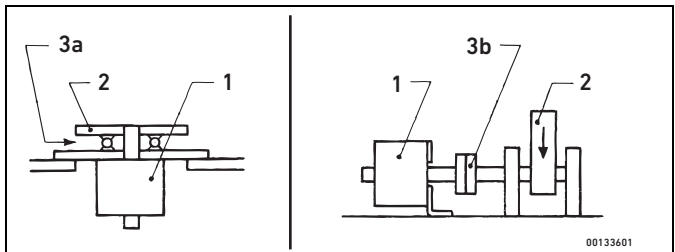

Fig. 3: Répartition de charges élevées
- ▶ Veiller à ce que les valeurs maximale indiquées dans les caractéristiques techniques ne soient pas dépassées pour la pression de service comme pour la charge de palier axiale et radiale. En cas de sollicitations élevées, la charge doit être répartie. Voir Fig. 3, charge axiale (gauche) et sollicitation radiale (droite).